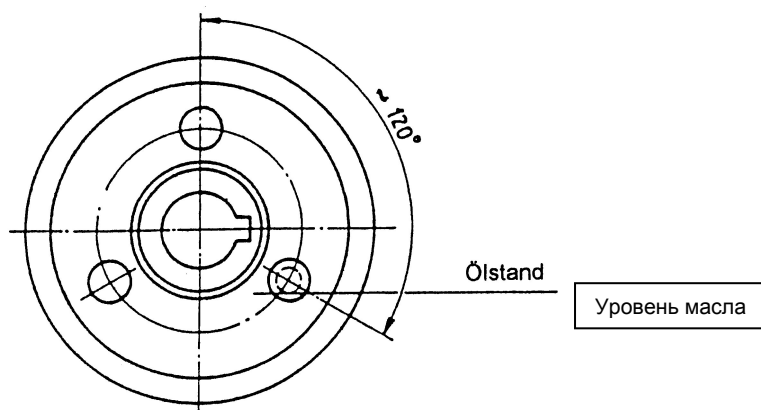

Рис. 4
Возможен также простой контроль масла, при этом муфту повернуть так, чтобы винт (12) боковой крышки (10) находился в том положении, как указано на рис. 4. В этом положении уровень масла должен быть до заливочного отверстия.